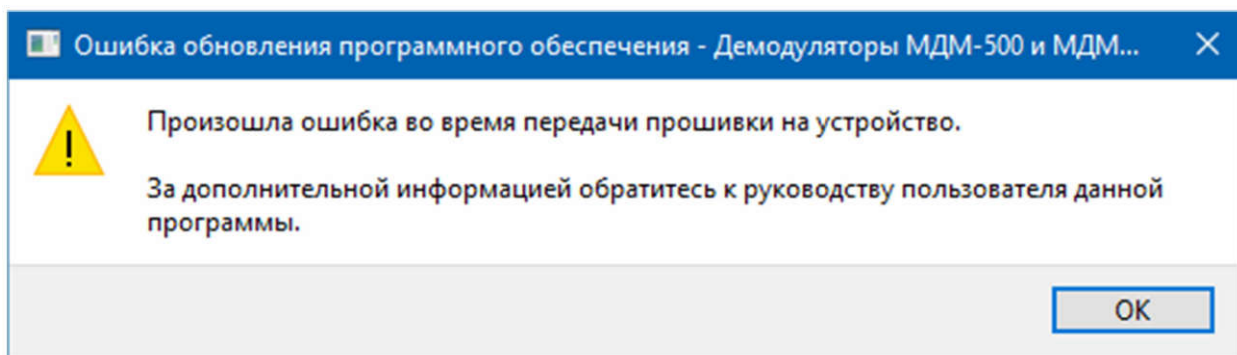

Рис. 15. Сообщение об ошибке при передаче данных прошивки на устройство.
* во время передачи прошивки на устройство произошел обрыв связи (Рис. 15).